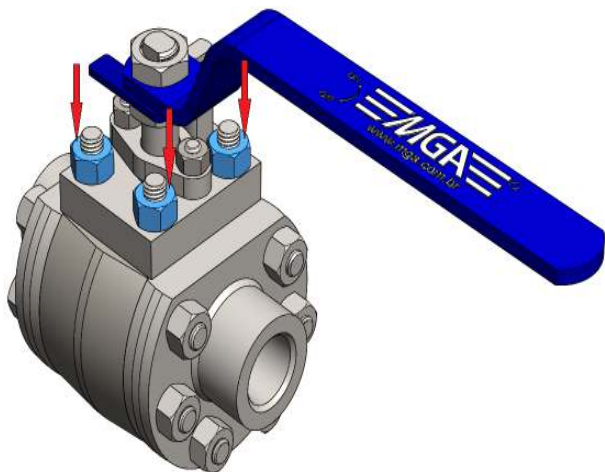

Figura 6 –Parafusos do flange - Anti Expulsão
7. Retire o flange anti expulsão (não solte os parafusos do flange com a válvula pressurizada), as vedações (anéis o'rings, a junta de vedação) e após retire a haste/esfera com seus componentes. Figura 6